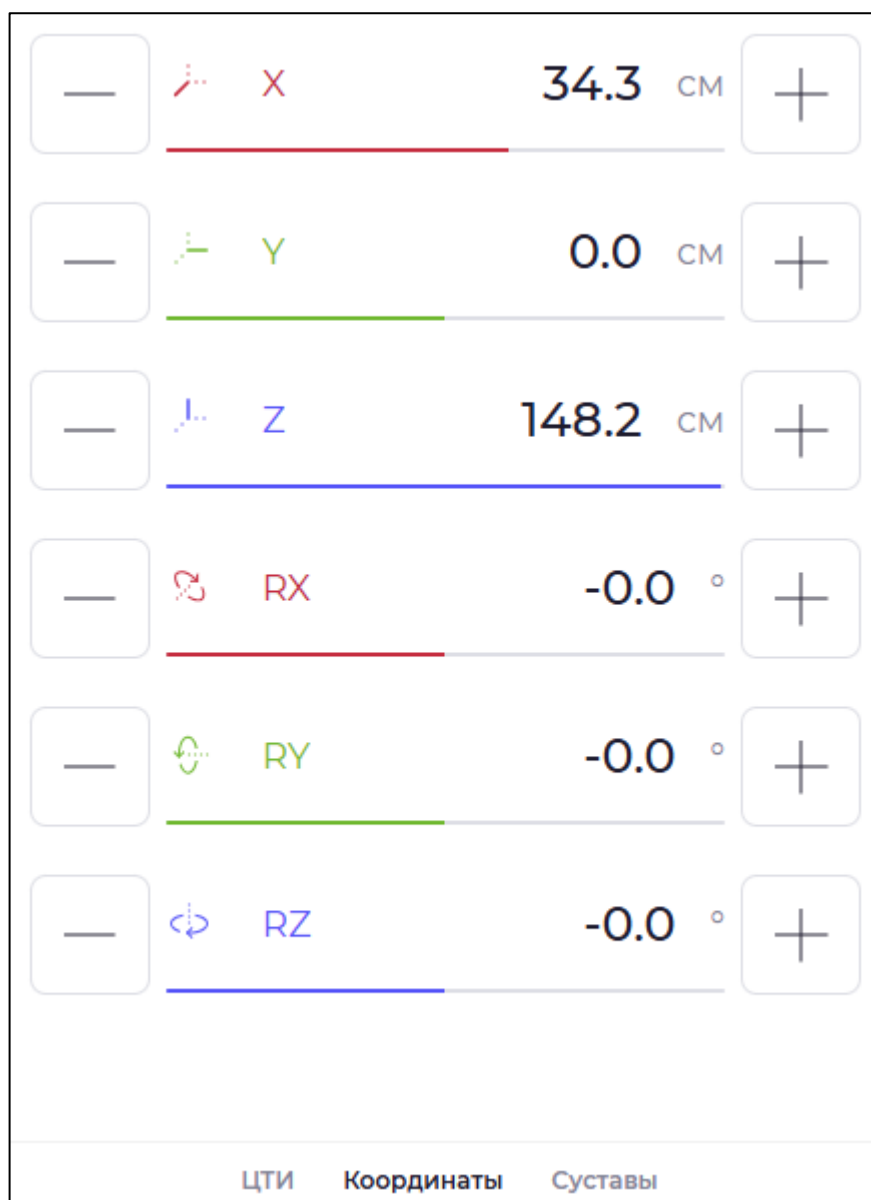

Рисунок II-13 – Управление манипулятором в трехмерной системе координат и движением сферически вокруг ЦТИ
- «Координаты» – управление манипулятором в трехмерной системе координат, значения отображаются в сантиметрах и управление движением сферически вокруг ЦТИ значения отображаются в градусах (см. Рисунок II-13).